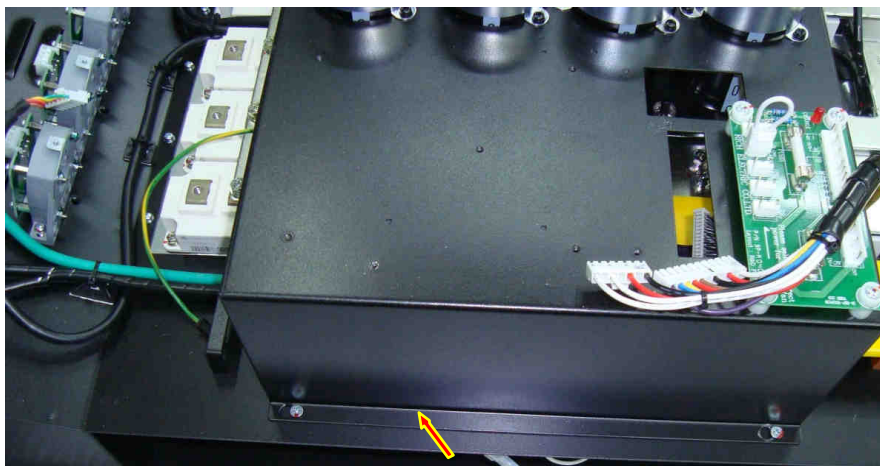
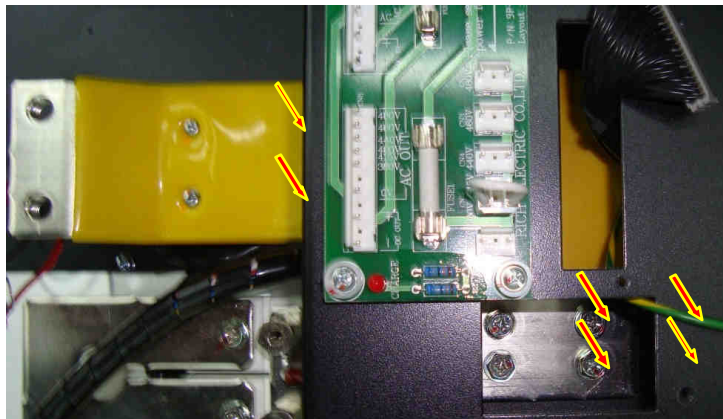

Рис. 7.19.
Рис. 7.23.
- установить блок конденсаторов в преобразователь, совместив фигурные отверстия с головками четырех винтов на корпусе (рис. 7.19);
-Установить шину «+» предохранители – звено ПТ., вкрутив 4 винта крепления шины к блоку конденсаторов и 2 винта крепления к изоляционной стойке (рис. 7.23).
- Окончательно затянуть винты крепления шин блока конденсаторов к контактам модулей IGBT и диодно-тиристорных модулей (рис. 7.21, 7.22), затянуть винты крепления шины «+» предохранители – звено ПТ. (рис. 7.23). Затянуть винты (4 шт.) крепления блока конденсаторов к основанию корпуса (рис. 7.19).